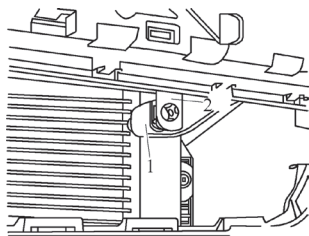

图 5-19 车外温度传感器的拆卸
3) 如图 5-19 所示，脱开车外温度传感器 G17 的插头连接。从车外温度传感器的支架 2 上拆下车外温度传感器 G17。